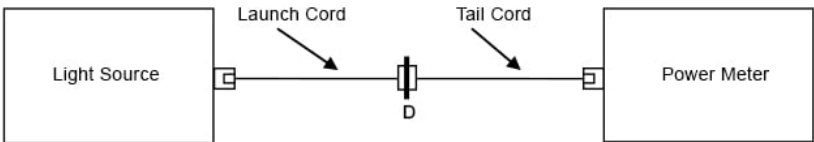

图 5. 设置参照
- a. 使用发射光纤和接收光纤在光源和功率计之间设置参照（见图 5）。